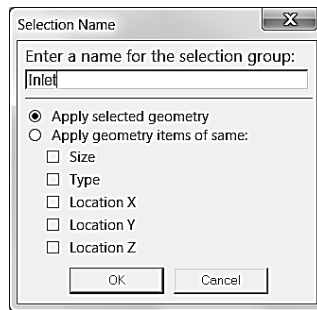

Рис. 1.30
- 2) Появится окно Selection Name, рис. 1.30, в которое следует ввести Inlet. Нажать ОК. Подобную операцию проделать со всеми границами, вводя соответствующие имена.